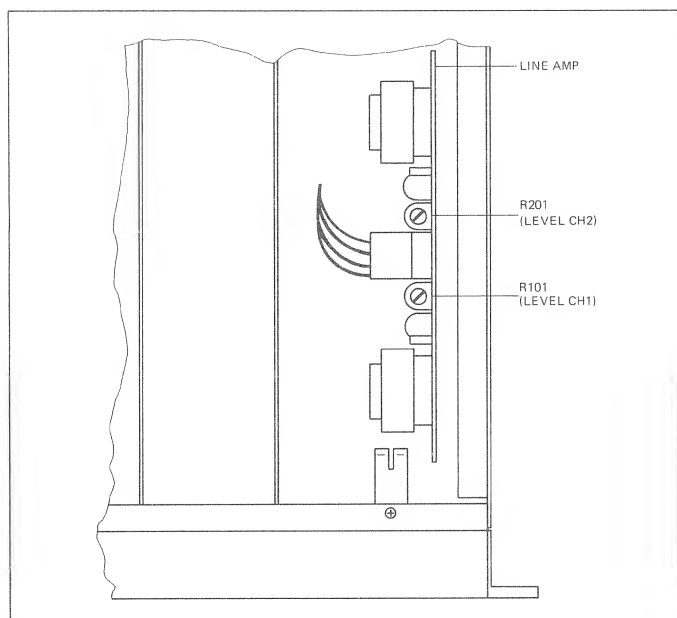

Fig. 4.23
- Le niveau de sortie des sorties symétriques doit s'élever à +15 dBm \pm 0,2 dBm. Le niveau peut être ajusté à l'aide des potentiomètres trimmers R101/R201 (voir fig. 4.23) placés sur l'amplificateur de ligne 1.769.270 (version avec transformateurs) ou 1.769.275 (version sans transformateur).